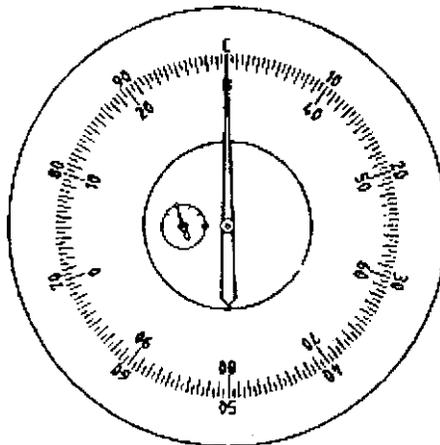

Рисунок 19
- 3) Покрутите шкалу индикатора влево или вправо так чтобы большая стрелка сравнялась с буквой "C" или "B" (см. Рис. 19).